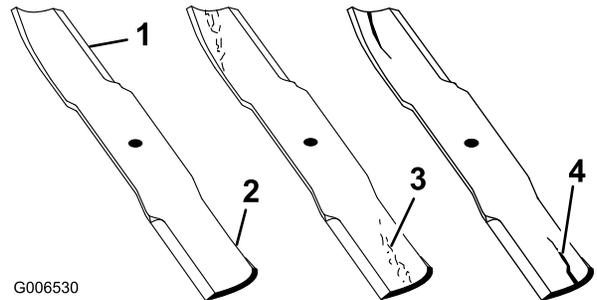
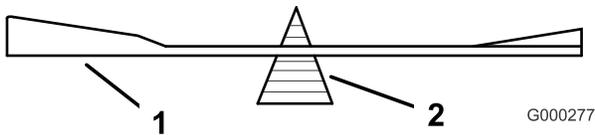

Bild 47
Bild 51
1. Untersuchen Sie die Schnittkanten (Bild 47). Entfernen und schärfen Sie die Messer, wenn die Schnittkanten nicht scharf sind oder Auskerbungen aufweisen. Siehe Schärfen der Messer“.
2. Prüfen Sie die Schnittmesser, insbesondere den gebogenen Bereich (Bild 47). Sollten Sie Schäden, Verschleiß oder Rillenbildung in diesem Bereich
feststellen (Punkt 3 in Bild 47), montieren Sie sofort ein neues Schnittmesser.
2. Überprüfen Sie die Auswuchtung des Schnittmessers auf einer Ausgleichsmaschine (Bild 51). Wenn das Schnittmesser in seiner horizontalen Position bleibt, ist es ausgewuchtet und kann wieder verwendet werden. Feilen Sie, wenn das Schnittmesser nicht ausgewuchtet ist, vom Flügelbereich des Messers etwas Metall ab (Bild 47). Wiederholen Sie diesen Vorgang, bis das Messer ausgewuchtet ist.